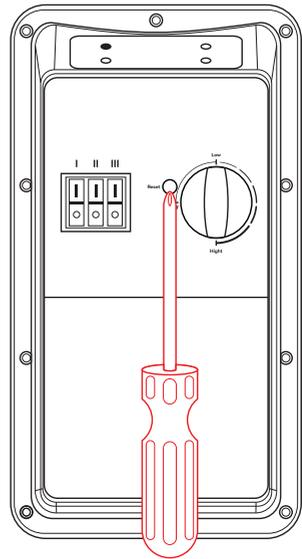

Рис. 3
При повышении температуры воды выше значения $+90^{\circ}\text{C}$ срабатывает термовыключатель, экстренного отключения ТЭНа. Для возврата прибора в рабочее состояние необходимо нажать до щелчка кнопку термовыключателя (Рис. 3).
Рестарт ограничителя температуры: после срабатывания защиты от перегрева сначала выключите питание, затем сдвиньте подвижную крышку блока управления вверх, вставьте отвертку (диаметр головки $> \text{Ø}6 \text{ мм}$) в отверстие RESET, как показано на Рис. 3, нажмите до щелчка для возврата пружины термоограничителя.
2. Водонагреватель оснащен термовыключателем, который прекратит подачу электроэнергии к ТЭНу, при перегреве воды. Если водонагреватель включен в сеть, но не происходит нагрев воды и не горит индикатор подключения к электросети, значит отключился или не был включен термовыключатель. Для возврата водонагревателя в рабочее состояние необходимо: отключить питание от электроводонагревателя и в отверстие RESET, как показано на Рис. 3., нажать до щелчка для возврата пружины термоограничителя.